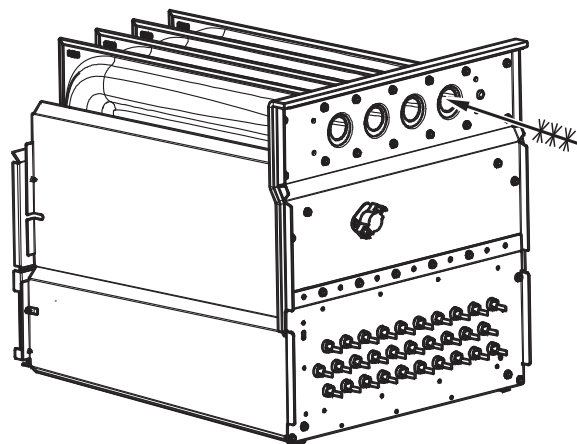

Fig. 58 - Nettoyage de la cellule de l'échangeur thermique
7. Nettoyez les ouvertures de l'échangeur thermique à l'aide d'un aspirateur et d'une brosse douce. (Consultez la Fig. 58.)